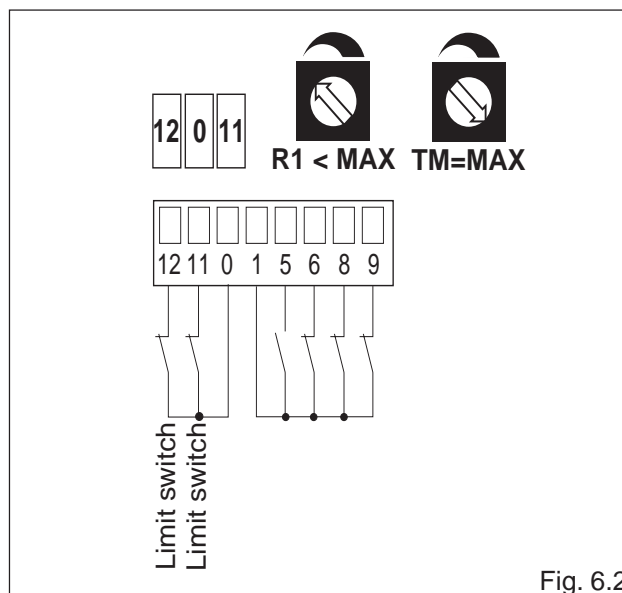

Fig. 6.2
- (Abb. 6.2) die N.C.-Kontakte der Endscharter zum Öffnen und Schließen an die Klemmen 0-11-12 anschließen.